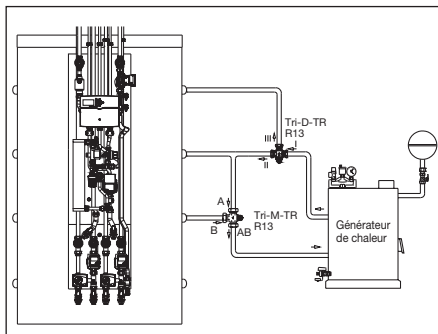

Fig. 5.3 Montage du robinet mitigeur et inverseur
2. Raccorder le générateur de chaleur aux robinets et au ballon d'eau chaude (voir fig. 5.3)